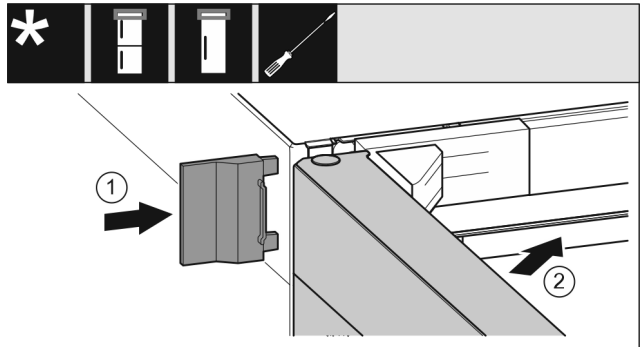

Fig. 60
- Äußere Abdeckung Fig. 60 (1) aufschieben.
- Obere Tür Fig. 60 (2) schließen.